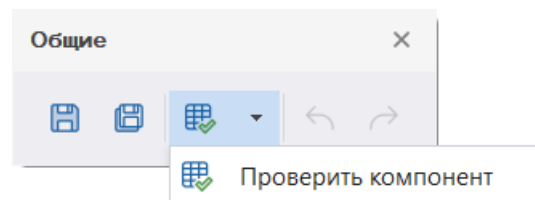

Рис. 288 Запуск операции проверки компонента
6. Выполнить проверку компонента, см. Рис. 288: